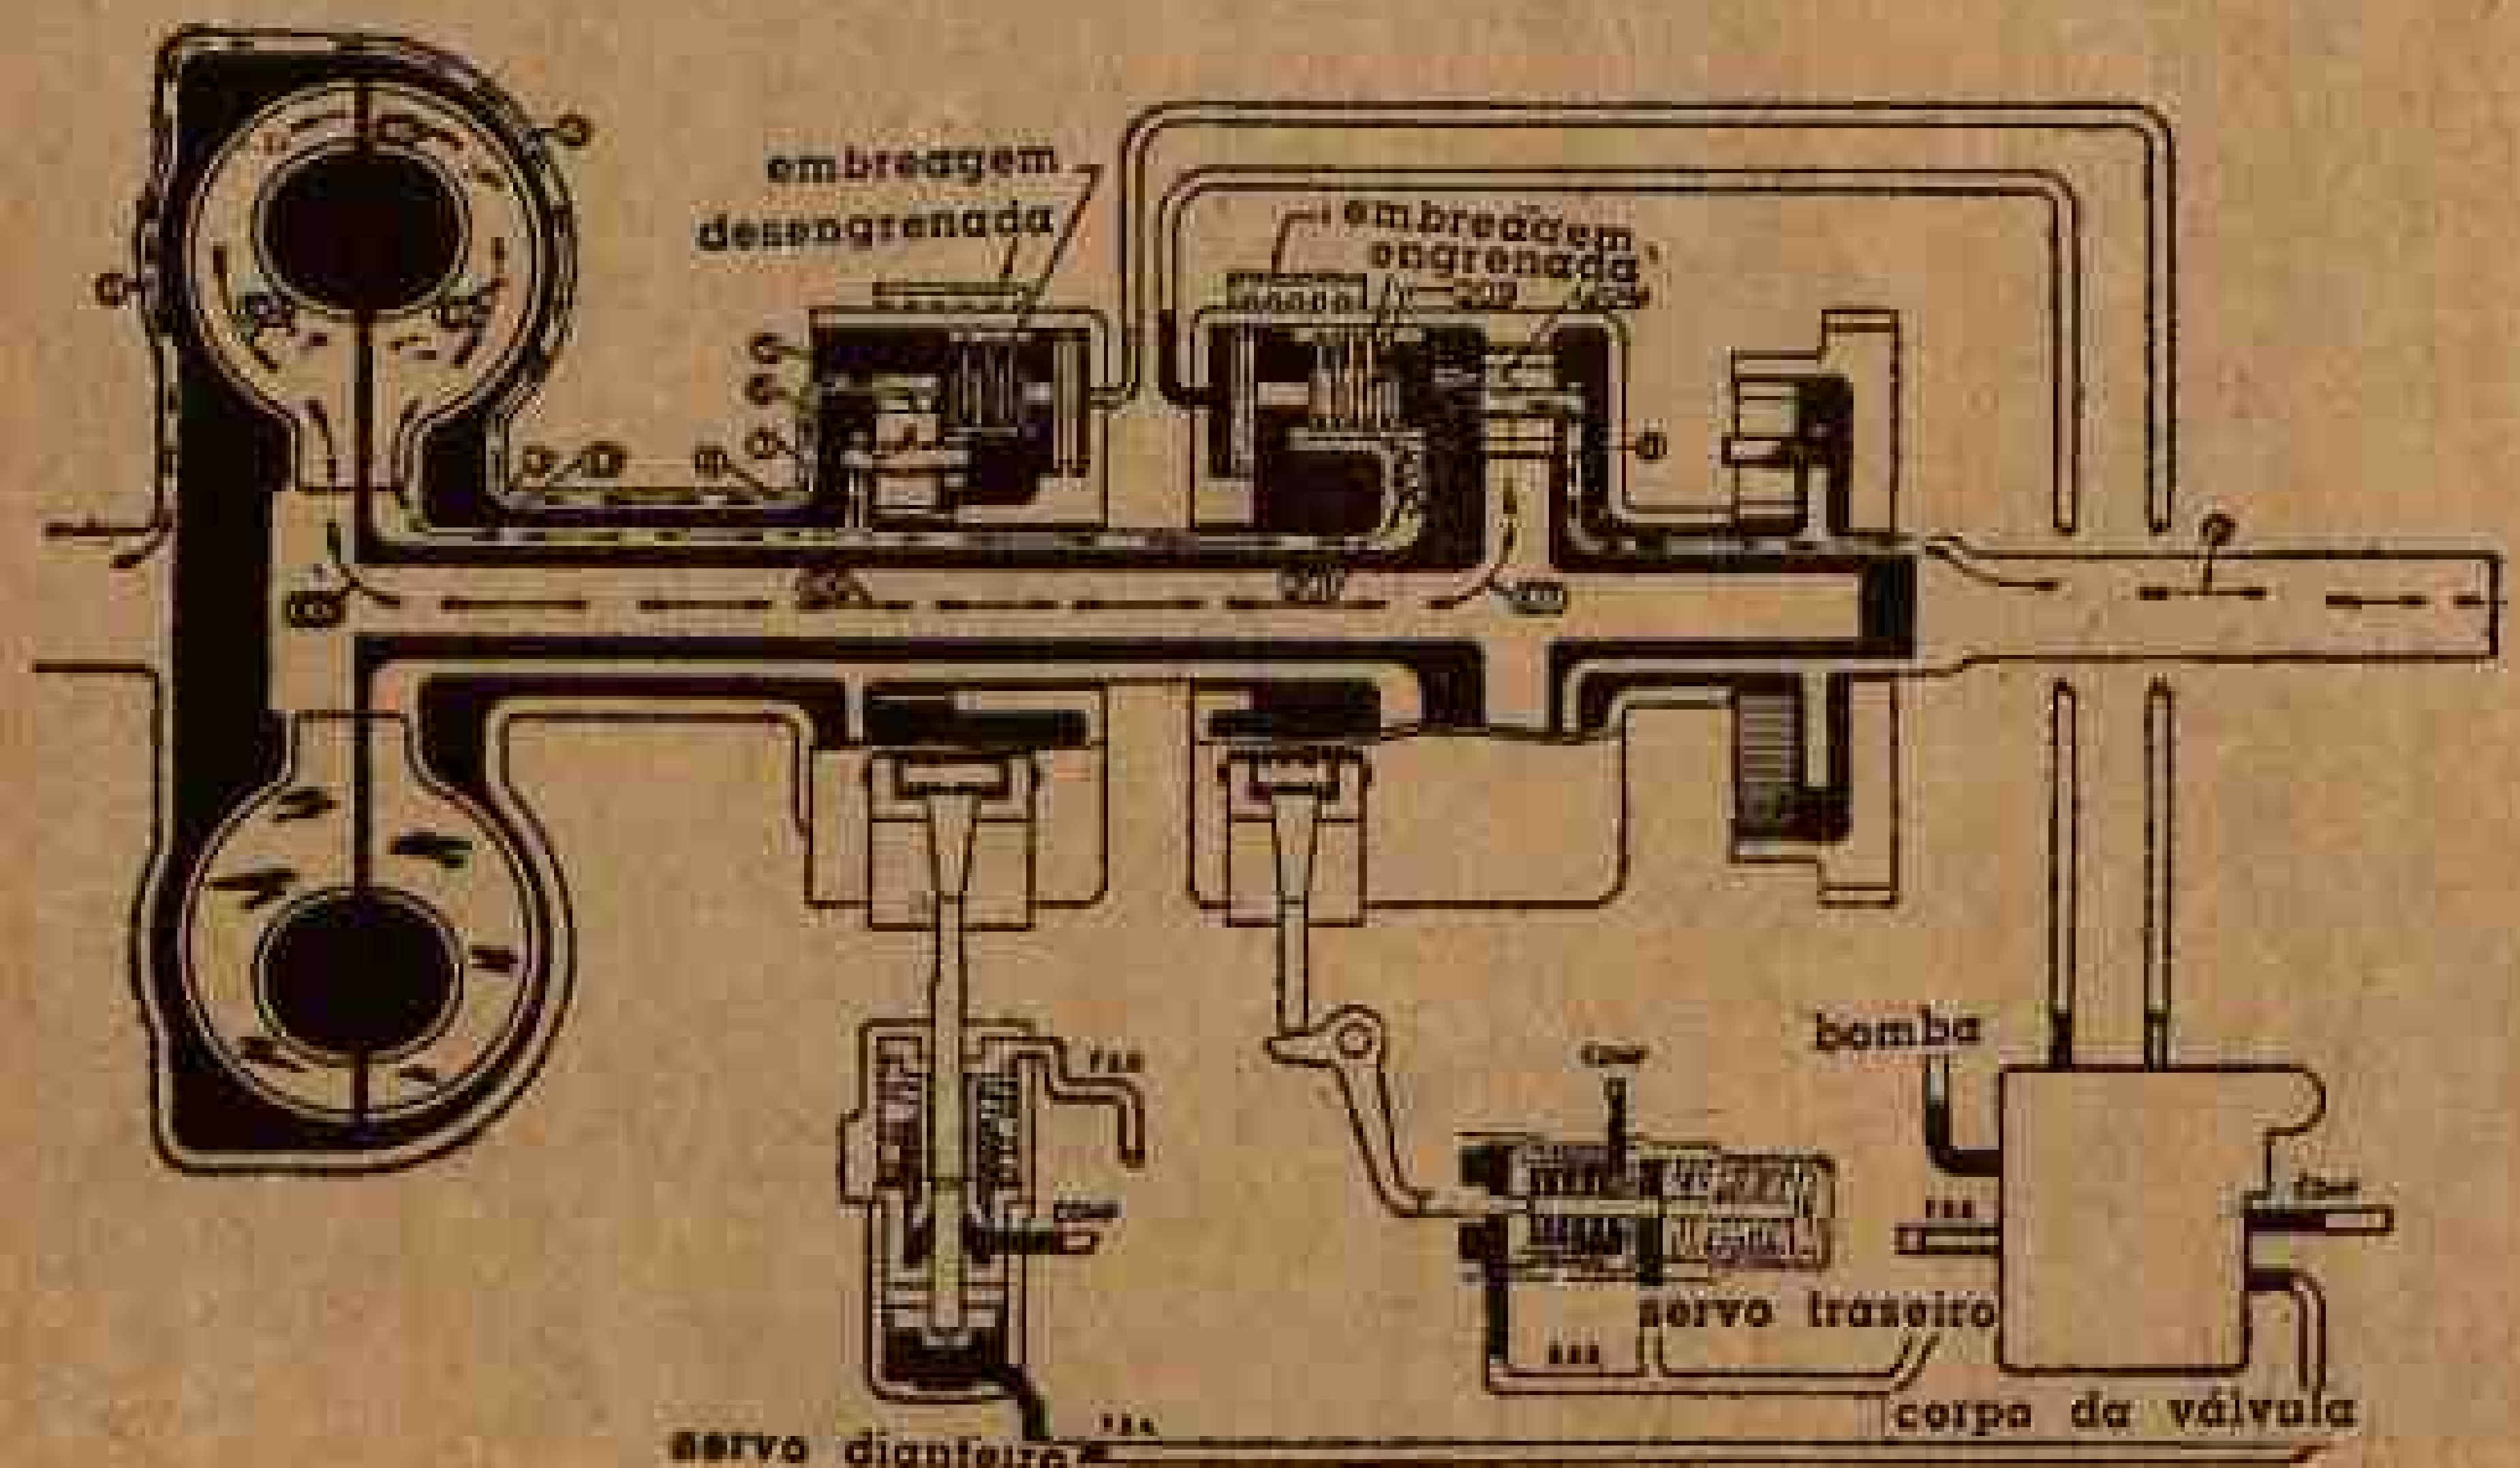

Fig. 414 — A transmissão Hydramatic em terceira velocidade.
Ao ser atuada a válvula deslocadora de 2ª para 3ª, a pressão do óleo é liberada da câmara superior do servo dianteiro e da embreagem do planetário dianteiro (do pistão acionador). Isto faz com que a cinta do freio dianteiro se engate e faz com que a embreagem dianteira desligue. Ao mesmo tempo, a cinta do freio traseiro é solta e a embreagem planetária traseira é ligada. A energia circula então (fig. 414) através do conjunto do suporte do pinhão do planetário (6). A energia divide-se em duas direções após atingir o eixo intermediário (7). Um pouco menos da metade caminha através do acoplamento líquido (101 a 106) enquanto que o restante segue para a embreagem planetária traseira (201 a 203). Como a embreagem fecha o eixo intermediário (201) e a engrenagem interna do tambor do freio traseiro juntos, não há redução de engrenagem na unidade planetária traseira. A unidade gira como um conjunto, sem movimento relativo em seus componentes. A energia do acoplamento líquido (107) junta-se à que passa pela unidade planetária traseira e o total vai então ao eixo de saída (9). A redução de engrenagens é de 1.444:1, isto é, o virabrequim gira 1.444 vezes a cada revolução do eixo de saída.